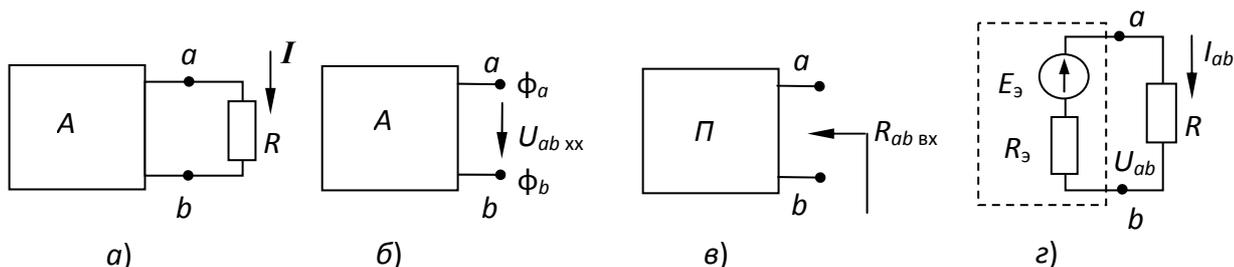

Рис. 3.3. Преобразование схемы в методе эквивалентного источника
**Метод эквивалентного генератора.** Его применение целесообразно для определения тока в какой-либо одной ветви сложной электрической цепи, параметры которой могут часто изменяться (например, переменное сопротивление). Согласно этому методу воздействие всех источников сложной электрической цепи, так называемого активного двухполюсника, на исследуемую ветвь можно заменить воздействием последовательно соединенных с ветвью эквивалентного генератора (источника), имеющего ЭДС  $E_3$ , эквивалентного (внутреннего) сопротивления  $R_3$ . Таким образом, активный двухполюсник  $A$  (рис. 3.3а) по отношению к ветви с сопротивлением  $R$  заменяется эквивалентным источником с ЭДС  $E_3$  и внутренним сопротивлением  $R_3$  (рис. 3.3з).
1. Для определения ЭДС  $E_3$  размыкают зажимы  $ab$  (рис. 3.3б) и для оставшейся схемы любым известным вам методом определяют напряжение  $U_{ab \text{ хх}}$ , называемое напряжением холостого хода:
2. Для нахождения сопротивления  $R_3$  закорачивают все источники ЭДС в активном двухполюснике. Он становится пассивным двухполюсником П (рис. 3.3в), и для него определяют входное сопротивление по отношению к зажимам  $ab$ :  $R_{ab \text{ вх}} = R_3$ , т. е. внутреннее сопротивление эквивалентного источника.
3. Ток в искомой ветви схемы (рис. 3.3г), имеющей сопротивление  $R$ , определяют по закону Ома для участка цепи: